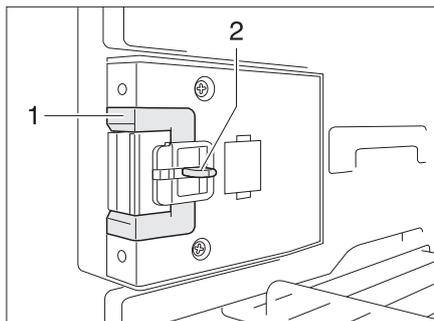
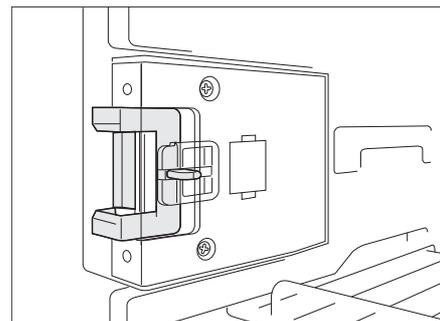

Bild 232 Verschlusseinrichtung in Normalstellung
Bild 233 Verschlusseinrichtung in Lüftungsstellung
■ Die Entriegelung (Bild 232,2) eindrücken.
■ Die Verschlusseinrichtung (Bild 232,1) nach vorn schieben (Bild 233).